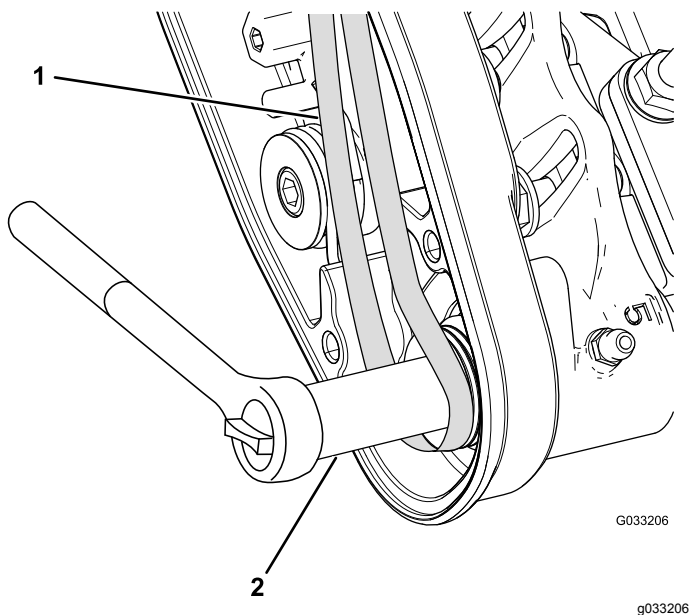

Рисунок 14
- Начните надевать ремень на **ведомый шкив** (Рисунок 14).
- Используйте глубокую головку (9/16 дюйма) для вращения щетки в сборе и установки ремня на ведомый шкив (Рисунок 14).